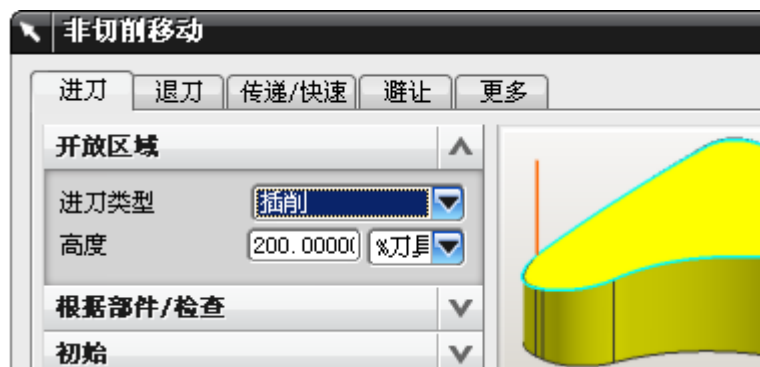

图 6-40
- 单击 ，设置如图 6-40 所示的参数，其余参数使用默认值，单击 OK。